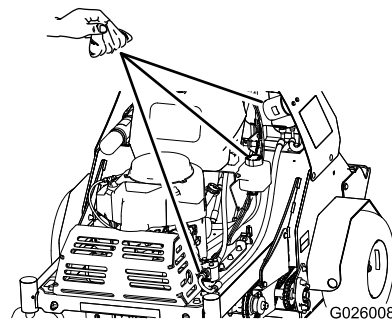

Figure 55
2. Nettoyez soigneusement la surface autour de l'avant de la pompe auxiliaire, du bouchon de remplissage et du filtre (Figure 55).